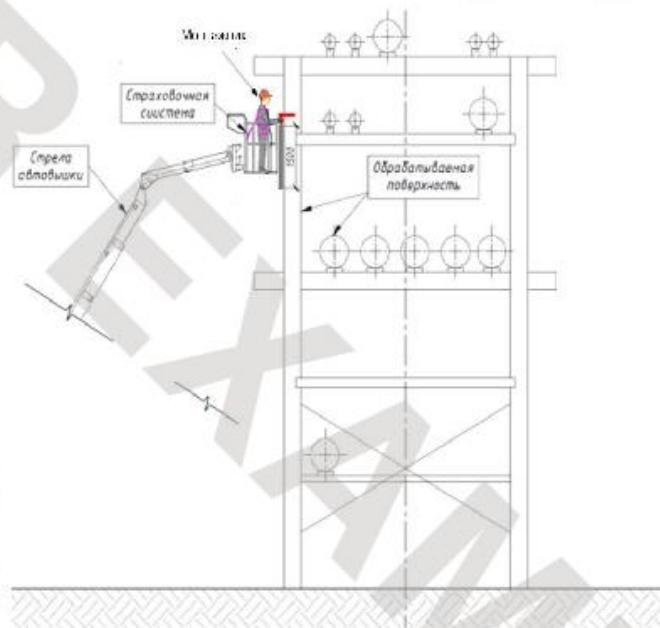

Рисунок 2 - производство работ с автовышки
3.6.1. Схема производства работ с автовышки (рис. 2)